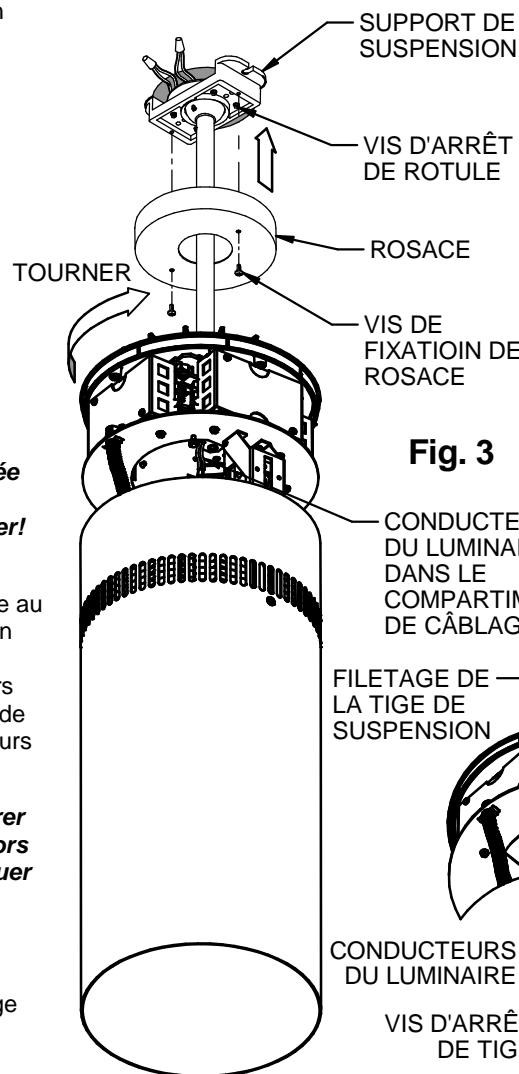
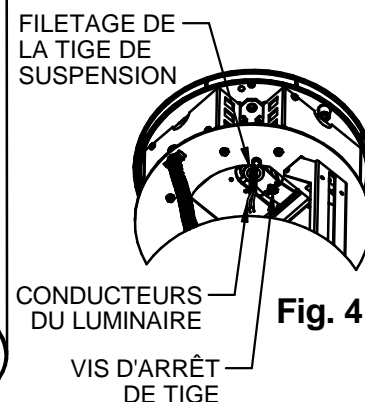

Fig. 3
Fig. 4
- Carefully flip the cylinder upright and rest the pendant canopy on the top of the fixture with its opening facing up, (the way it will be mounted to the pendant mount assembly later). Lift the cylinder assembly up to the pendant threaded end, and feed the fixture leads through the threaded hole in the center of the fixture top assembly. Engage the pendant threads, and rotate the assembly a few times, being sure that the fixture *rotates freely and is not cross-threading* (Fig 3). Pull the fixture leads out through the wiring compartment opening. Make sure they hang freely (don't rotate or twist), and thread the fixture onto the pendant until the pendant threads are fully engaged. Tighten the thread clamp screw to lock the fixture assembly onto the pendant threads. (Fig. 4)
Loosen the thread clamp screw to unlock the fixture assembly from the pendant threads. Ensure that the fixture is threaded onto the pendant until the pendant threads are more than one full turn fully engaged. Find the wallwash kicker and face it towards the wall by rotating the cylinder LESS THAN one full turn on the pendant threads. Once the wallwash kicker is on the opposite side of the fixture from the wall, tighten the thread clamp screw to lock the fixture assembly onto the pendant threads. **(Fig. 4)**
5. Avec précaution, remettre le luminaire à l'endroit et poser la rosace de suspension sur le dessus du luminaire avec son ouverture vers le haut (de la façon dont elle sera montée plus tard sur le support de suspension). Soulever le cylindre jusqu'à l'extrémité filetée de la tige de suspension puis tirer les conducteurs du luminaire à travers le trou taraudé au centre de la partie supérieure du luminaire. Engager le luminaire sur le filetage de la tige de suspension et le visser de quelques tours en s'assurant que le luminaire *tourne librement et sans fausser le filetage* (Fig. 3). Sortir les conducteurs du luminaire à travers l'ouverture du compartiment de câblage. S'assurer qu'ils pendent librement (ne pas les tourner ni les vriller) et visser le luminaire sur la tige de suspension jusqu'au bout du filetage de la tige. Serrer la vis d'arrêt pour bloquer le luminaire sur le filetage de la tige de suspension (Fig. 4).
Desserrer la vis d'arrêt pour débloquer le luminaire de la tige de suspension. Vérifier que le luminaire est vissé sur la tige de telle façon que le filetage de la tige soit engagé d'au moins un tour complet. Trouver le renvoi de lèche-mur et le placer face au mur en faisant tourner le cylindre de MOINS d'un tour complet sur la tige de suspension. Une fois le renvoi de lèche-mur sur le côté du luminaire opposé au mur, serrer la vis d'arrêt pour bloquer le luminaire sur la tige de suspension (**Fig. 4**).